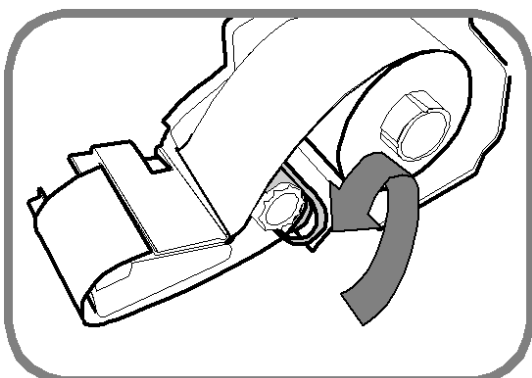

Рисунок 1.16 – Натяжение ленты
7. Слегка натяните ленту, немного повернув приёмную катушку против часовой стрелки (см. рисунок 1.16).